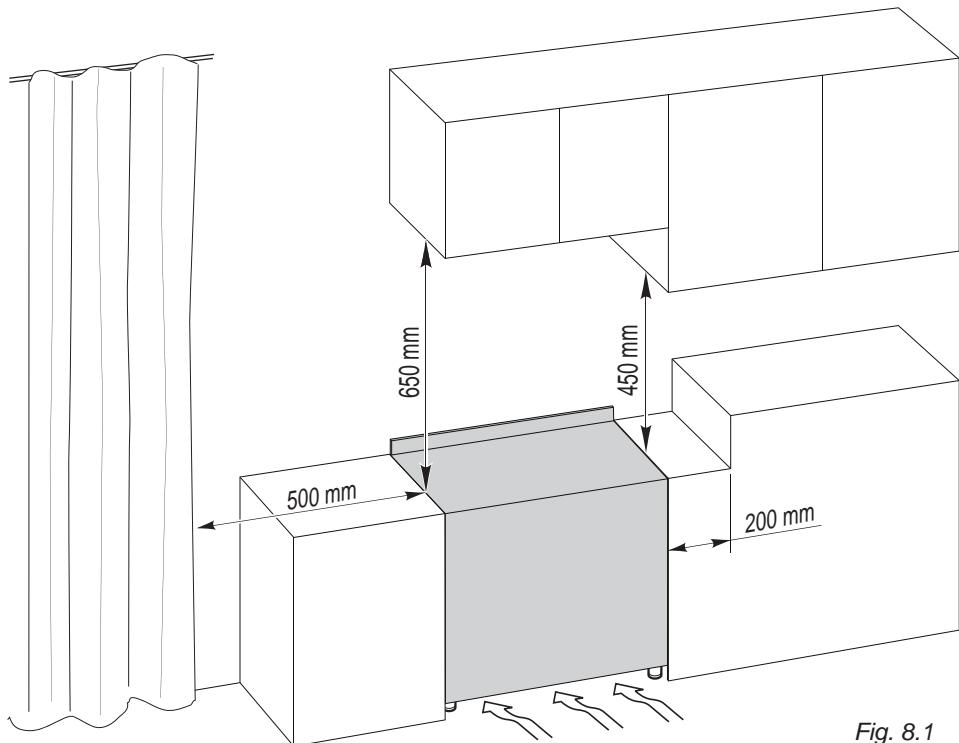

Fig. 8.1
**La cuisinière est de classe “2/1” en ce qui concerne la protection contre la surchauffe des surfaces environnantes** et elle peut être installée à proximité de meubles qui ne dépassent pas la hauteur de la table de cuisson de la cuisinière (fig. 8.1). Si la cuisinière est installée près d'un meuble qui est plus haut que le dessus de la table de travail de la cuisinière, un espace d'au moins 200 mm doit être aménagé entre le côté de la cuisinière et le meuble.
La cuisinière doit être installée conformément à la figure 8.1.